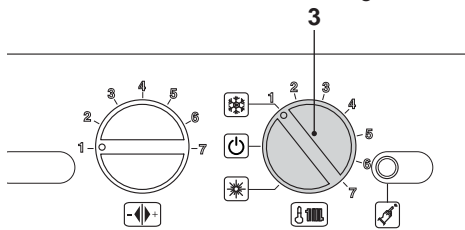

Figura 2.3
- Ruotate il selettore 3 come in Figura 2.3.